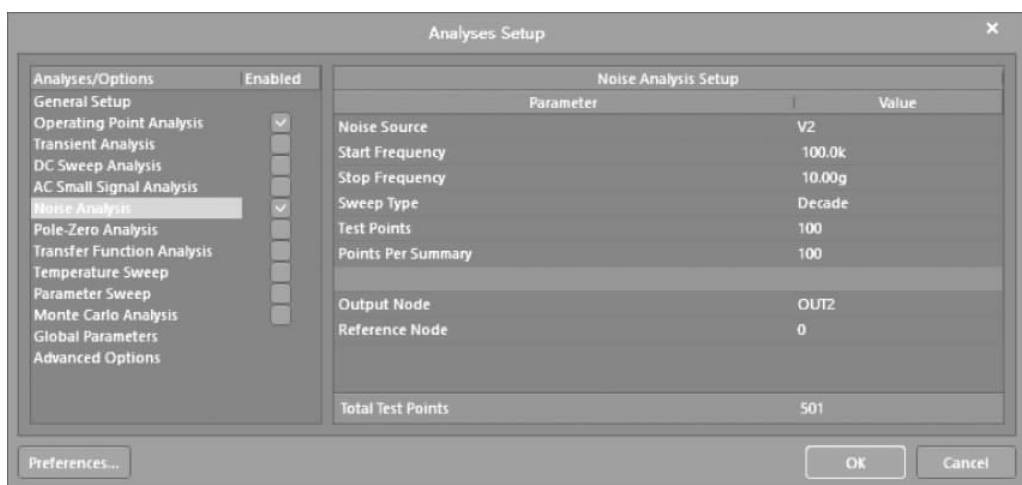

图 3-69 设置仿真参数界面 2
- ① 选中 Operating Point Analysis 和 Noise Analysis 选项,执行直流工作点和噪声分析功能。
- ② 将 Collect Data For 设置为 Active Signals/Probes。
③ 将 OUT1 和 OUT2 添加到 Active Signals 栏中。
(3) 选择 Noise Analysis 选项, 出现如图 3-69 所示 Noise Analysis Setup(噪声分析设置)界面。按下面参数设置。